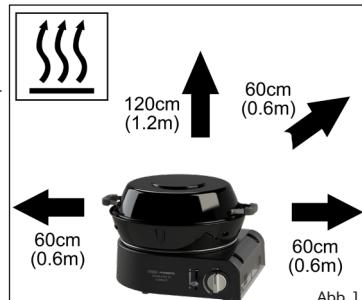

Abb. 1
- Achten Sie darauf, dass das Gerät von allen brennbaren Materialien entfernt benutzt wird. Die Mindest-Sicherheitsabstände betragen: über dem Gerät = 1,2m, hinten und an den Seiten = 0,6m (Abb. 1).